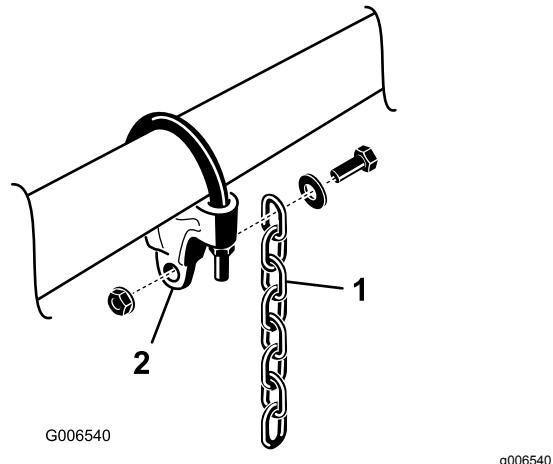

Figura 8
7. Montate una catena di sollevamento su ogni staffa servendovi di una vite, una rondella e un dado, posizionandole come illustrato nella **Figura 8**.